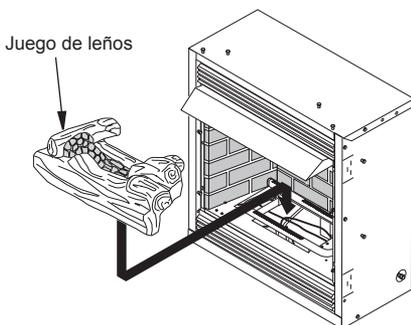

Figura 30 - Instalación de los leños
4. Quite el material de empaque del leño y deséchelo. Cuidadosamente coloque el leño sobre el quemador (consulte la figura 30). (No permita que el leño toque la llama de lo contrario se creará Hollín.)